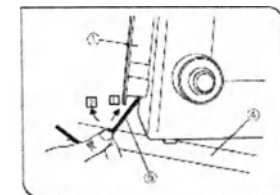

Рис. 30
Переместите Раму микроскопа на край стола, используйте отвертку Аллена (5) в нижней части держателя кабеля (1), и двигайте держатель вверх, нажимая на отвертку Аллена в направлении [1] и [2] для удаления (рис. 30).
Переместите Раму микроскопа на край стола, используйте отвертку Аллена (5) в нижней части держателя кабеля (1), и двигайте держатель вверх, нажимая на отвертку (2) в направлении [1] и [2] для удаления (рис. 30).